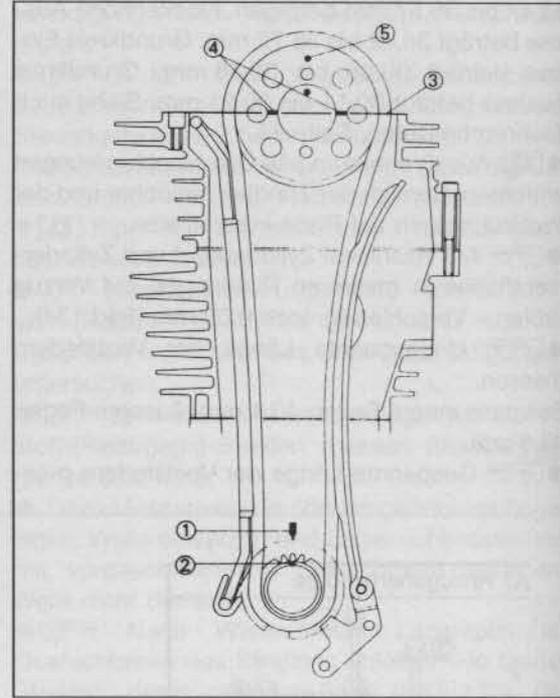
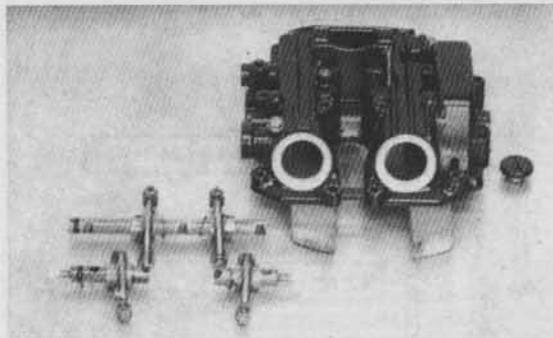

Bild 143
Bild 144
- Kipphebel und -Wellen wie in Bild 143 gezeigt einsetzen. Schlitz der Kipphebelwellen wie in Bild 144 gezeigt senkrecht ausrichten.